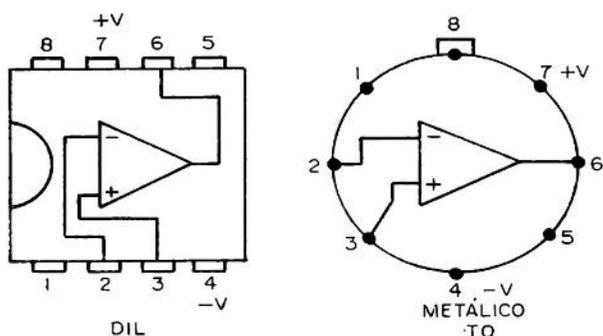

Figura 7
a) O circuito integrado 741 usado para este mixer se apresenta em dois tipos de invólucros: DIL e metálico redondo (figura 7). O leitor pode usar qualquer um deles desde que faça sua placa de circuito impresso de acordo. Uma das possibilidades importantes para esta montagem no caso de ser usado o integrado com invólucro DIL está na utilização de um soquete para o mesmo. Se bem que o soquete em alguns casos seja mais caro que o próprio integrado sua utilização além de proporcionar maior segurança permite que a substituição do integrado em caso de necessidade seja tremendamente facilitada. Este integrado 741 pode ser encontrado com diversas denominações que dependem do fabricante. Os mais comuns são: LM741,  $\mu$ A741, SN72741, etc.